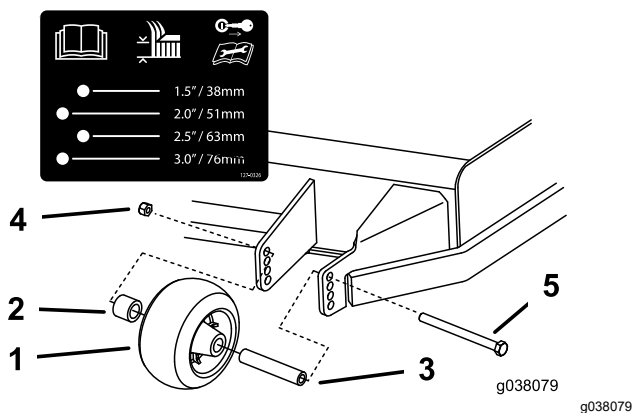

Figura 32
- Ajuste os rolos antidanos como se mostra na Figura 32.